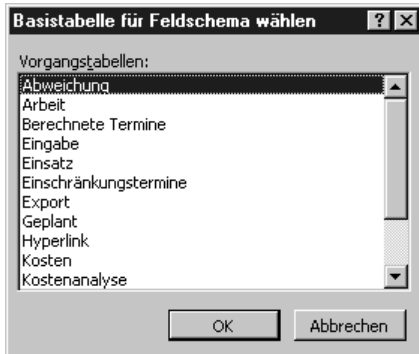

Abbildung 19.11:
10. Klicken Sie auf die Schaltfläche BASIEREND AUF TABELLE. Das Dialogfeld BASISTA-BELLE FÜR FELDSCHEMA wählen erscheint (siehe Abbildung 19.11)